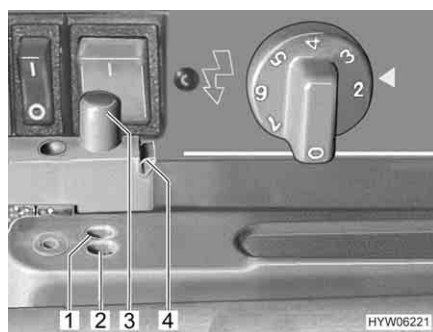

Fig. 100 Bloccaggio della porta del frigorifero (serie Dometic 4)
- Premere lateralmente sulla sicura di colore verde (Fig. 100,4) per sbloccare la porta. Il nottolino (Fig. 100,3) scatta all'infuori.
- Premere il nottolino (Fig. 100,3) in modo che scatti nel foro esterno (Fig. 100,2).
- Premere il nottolino (Fig. 100,3) in modo che scatti nel foro interno (Fig. 100,1). In questo modo la porta del frigorifero rimane ferma in posizione socchiusa.